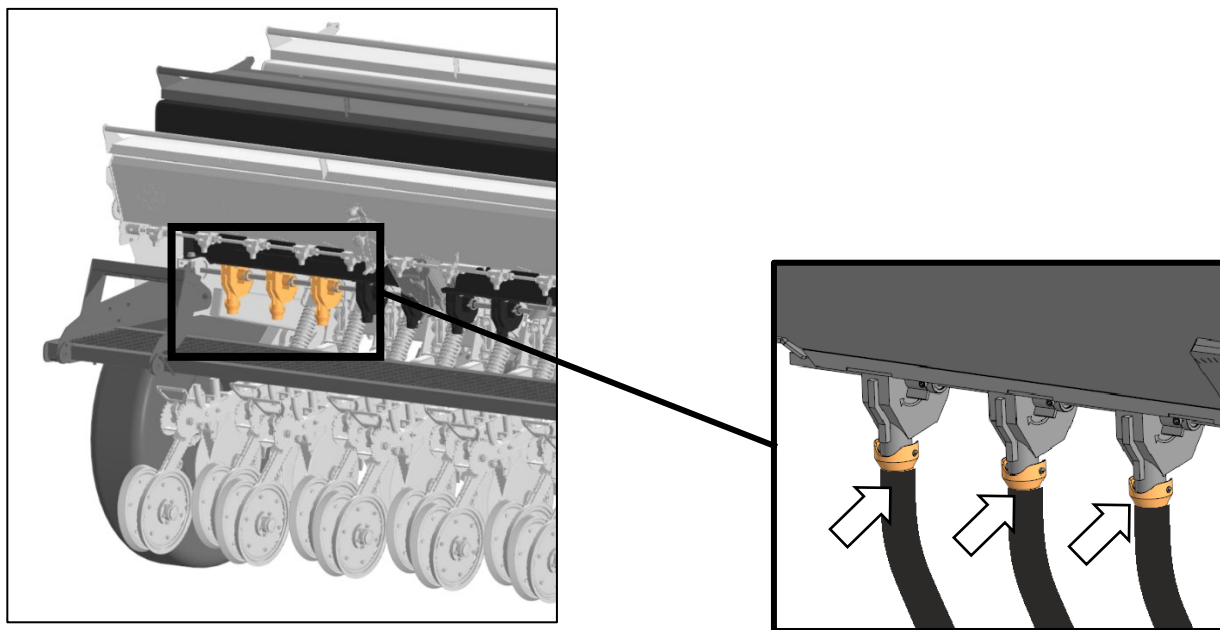

Рисунок 18 – Зона работы трёх первых дозаторов
1. Заполнить бункер посевным материалом в зоне работы трёх первых дозаторов, рис.18.
3. Отсоединить семяпроводы от трёх первых дозаторов (семяпроводы с быстросъёмными соединениями), рис.18.